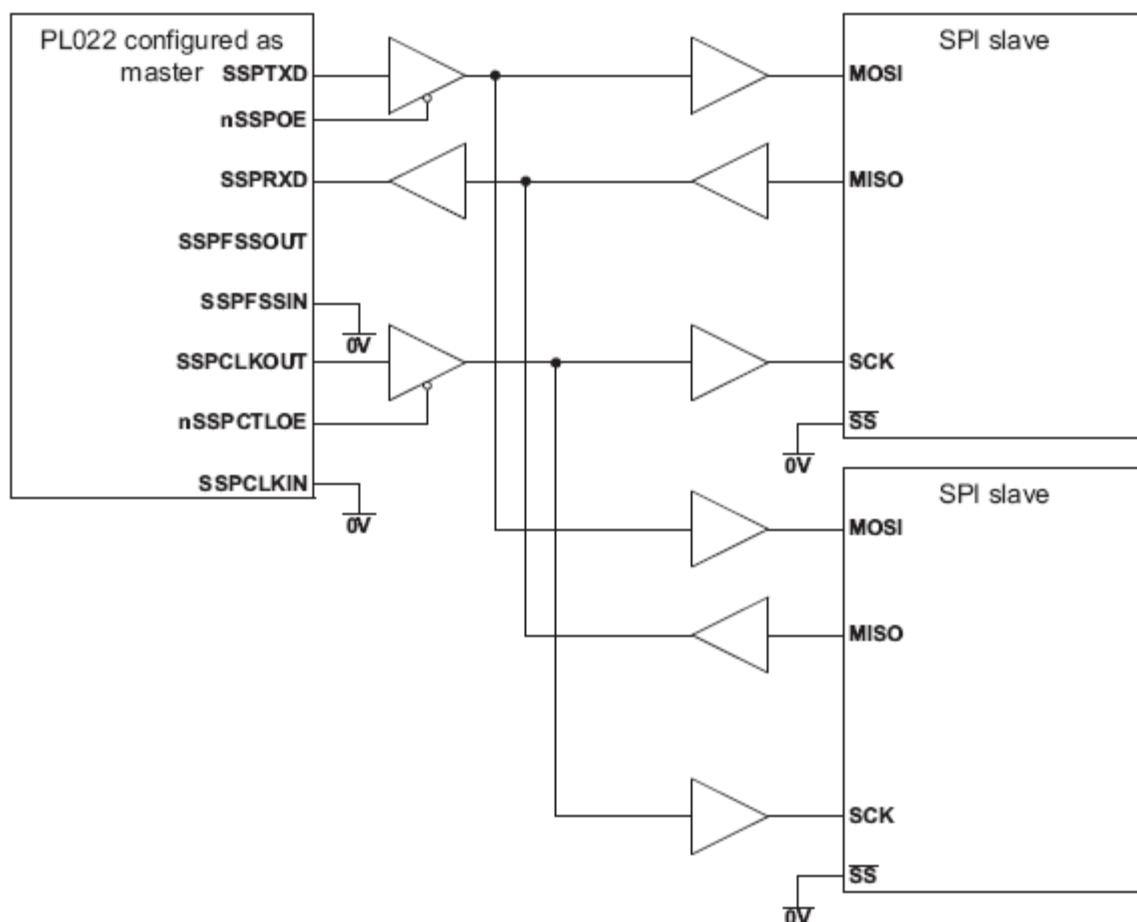

Рисунок 110 – Ведущее устройство SSP подключено к двум ведомым, поддерживающим SPI
Рисунок 110 показывает подключение модуля SSP, сконфигурированного как ведущее устройство, к двум ведомым устройствам, поддерживающим протокол SPI фирмы Motorola. Внешние устройства сконфигурированы как ведомые путем установки в низкий логический уровень сигнала выбора ведомого устройства Slave Select (SS). Как и в предыдущем примере, ведущее устройство способно передавать данные в адрес ведомых циркулярно по линии SSP\_TXD. Ответная передача данных на входную линию SSP\_RXD ведущего устройства одновременно осуществляется только одним из ведомых по соответствующей линии MISO.